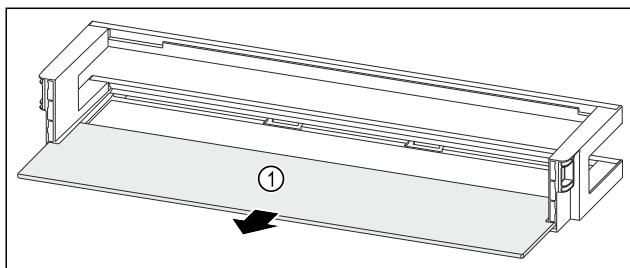

Fig. 201 Balconcino controporta con ripiano
- Rimuovere il ripiano Fig. 201 (1).